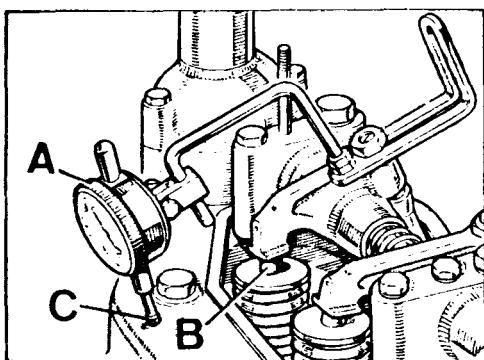

Fig. A1-G Comparador de reloj instalado sobre el balancín de la válvula de escape del primer cilindro
Instalar un comparador de reloj sobre el balancín de la válvula de escape del primer cilindro, por medio del soporte, 530106, se gún se indica en la Fig. A1-G.
NOTA: El objeto de instalar el comparador de reloj sobre el balancín de la válvula de escape del primer cilindro, es para determinar la máxima apertura de esta válvula, posición que se corresponde con la que en este momento tiene el cigüeñal (Fig. A1-B).
- 4.4. Trazar una marca, A (Fig. A1-H) sobre la parte frontal del bloque, la cual servirá de referencia para trazar el resto de las marcas.